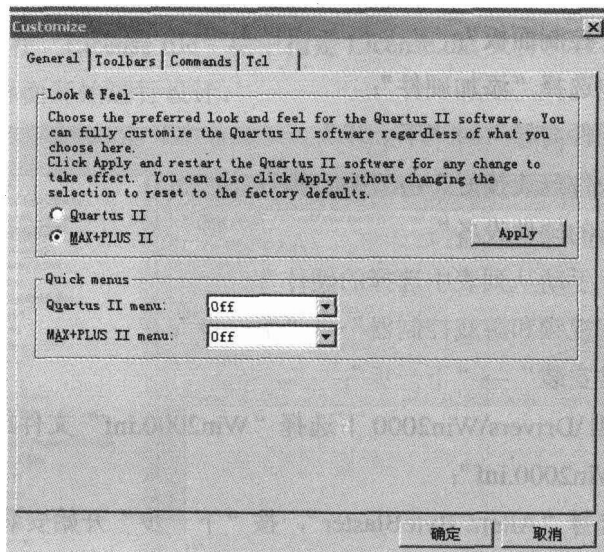

图 1-4 Customize 对话框
- (1) 选择 [Tools] | [Customize...] 菜单命令。
- (2) 在 Customize 对话框 General 页面的“Look & Feel”栏中选择 Max+plus II 选项,如图 1-4 所示。